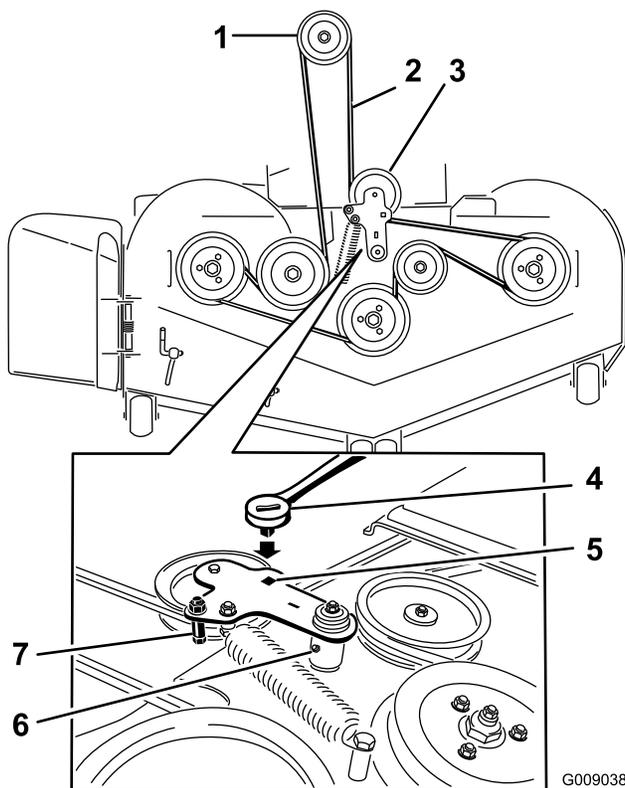

Figura 82
7. Inserite un cricchetto nel foro quadrato del braccio di rinvio per allentare la molla del tenditore (Figura 82).
9. Togliete il guidacinghia dal braccio di rinvio a molla mostrato in Figura 82.
11. Montate la nuova cinghia attorno alle pulegge del tosaerba e alla puleggia della frizione, sotto il motore (Figura 82).
12. Montate il guidacinghia sul braccio di rinvio mostrato in Figura 82.
13. Con il cricchetto nel foro quadrato, montate la molla del tenditore (Figura 82).